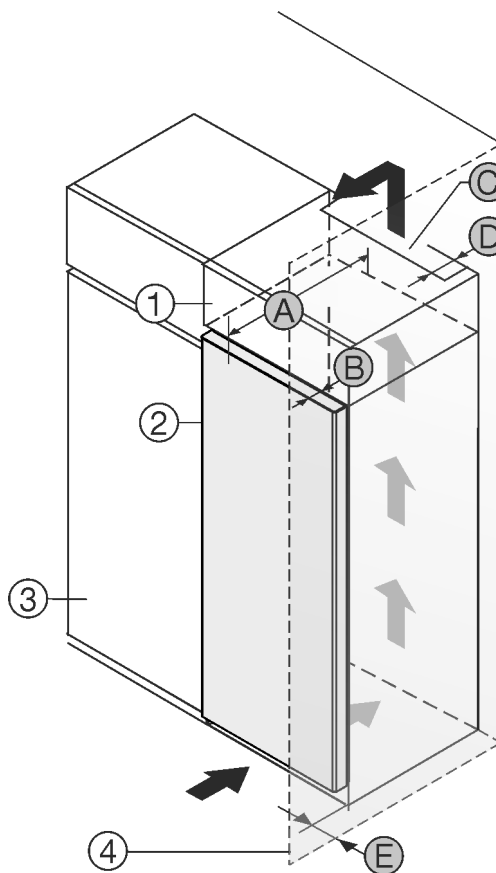

Fig. 1
- (1) Rehausse*
- (2) Appareil*
- (3) Placard de cuisine*
- (4) Mur*
- (A) Profondeur de l'appareil*
- (B) Profondeur de porte*
- (C) Section de ventilation*
- (D) Distance du dos de l'appareil*
- (E) Distance par rapport au côté de l'appareil*
Vous pouvez placer le réfrigérateur directement à côté de l'armoire de cuisine Fig. 1 (3)*.
Une sortie d'air avec la profondeur Fig. 1 (D) doit être présente au dos de la rehausse sur toute sa largeur.*
La section de ventilation Fig. 1 (C) sous plafond doit être respectée.*
Si le réfrigérateur est installé avec les charnières près d'une paroi Fig. 1 (4), la distance entre le réfrigérateur et la paroi doit être d'au moins 13 mm.*
Si le réfrigérateur est installé avec les charnières près d'une paroi Fig. 1 (4), la distance entre le réfrigérateur et la paroi doit être d'au moins 20 mm.*
Pour pouvoir ouvrir complètement les portes, le réfrigérateur doit dépasser de la profondeur de la porte Fig. 1 (B) par rapport à la façade du placard. L'appareil peut déborder encore plus en fonction de la profondeur des placards Fig. 1 (3) et de l'utilisation de cales d'épaisseur.*